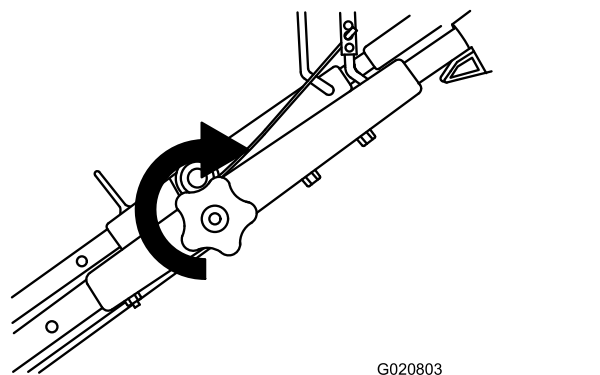

Figura 4
2. Serrate la manopola della sezione superiore della stegola avvitandola a fondo (Figura 4).